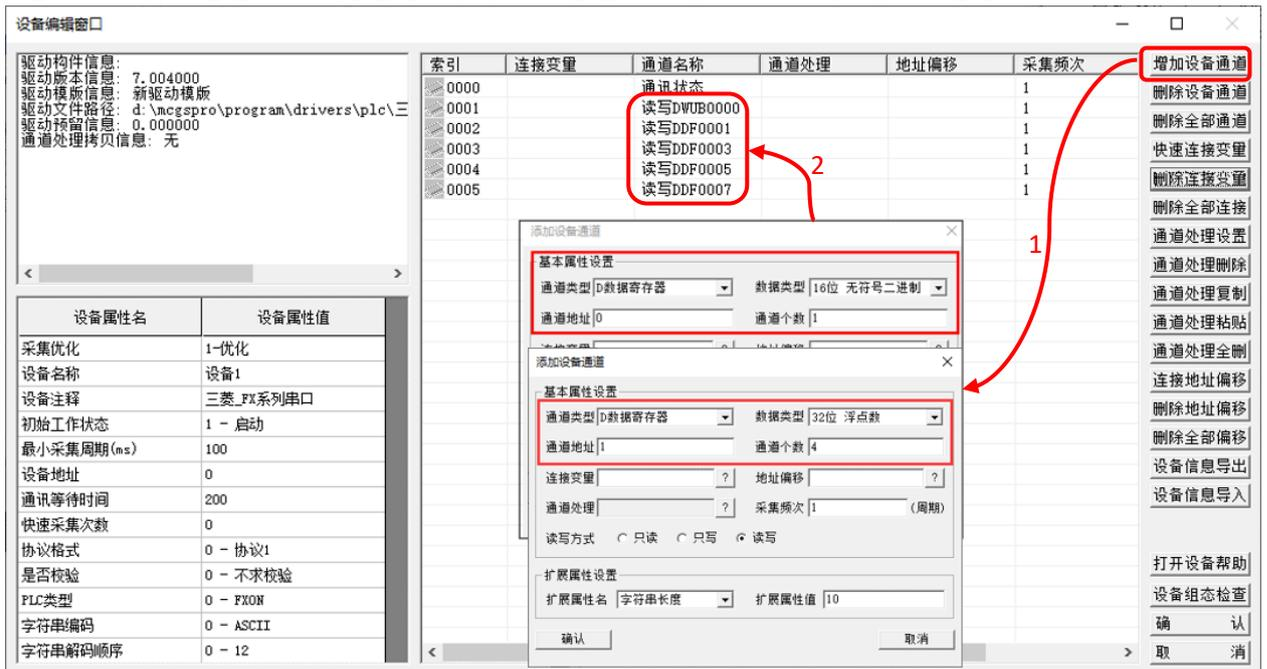

图 8.4-6 增加设备通道
⑤ 增加设备通道：双击上图的“三菱 FX 系列串口”，进入图 8.4-6 所示的设备编辑窗口，通过“增加设备通道”按钮，新增 PLC 通道，选择 D 寄存器，通道地址地址 0、1、3、5、7，用于接收触摸屏发送的点胶控制指令。